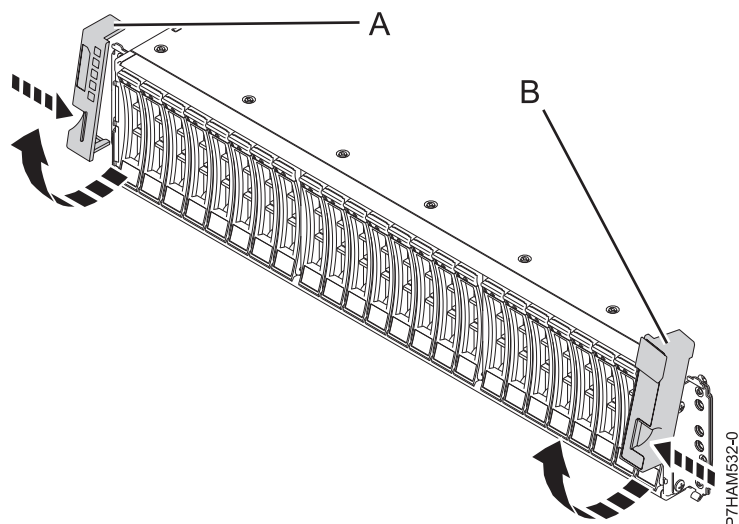

Рисунок 7. Снятие боковых крышек
2. Снимите левую (А) и правую боковые крышки (В), чтобы открыть монтажные скобы. Надавите на фиксатор, чтобы повернуть крышку вверх и снять ее с фланца шасси, как показано на рис. 7 на стр. 9.